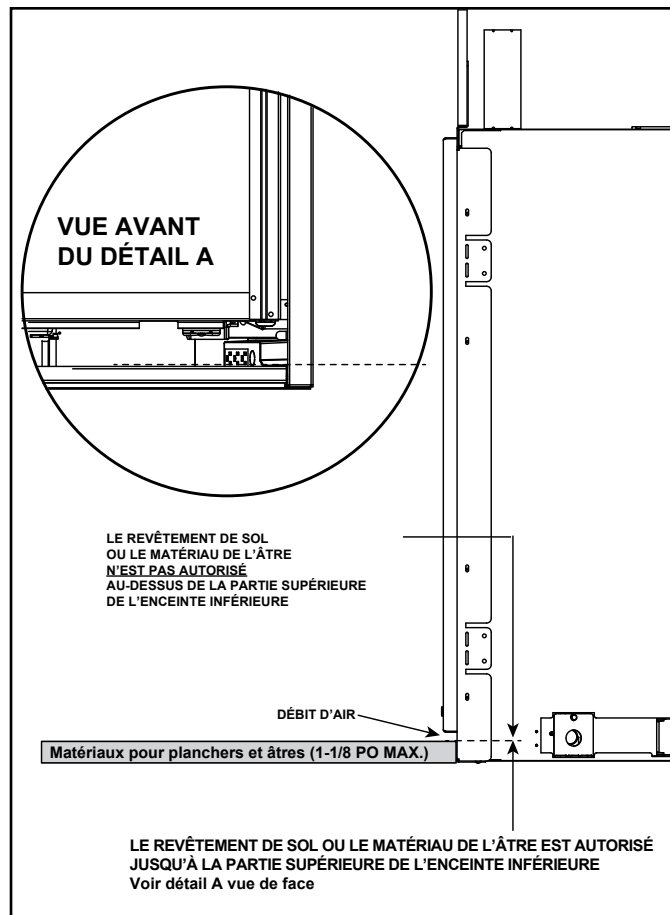

Figure 3.18 Matériaux du plancher et de l'âtre autorisés
- Les revêtements de sol et les matériaux de l'âtre sont autorisés jusqu'au sommet de l'enceinte inférieure, mais pas au-dessus, afin de permettre une bonne circulation de l'air à partir de l'appareil. Voir la figure 3.18.